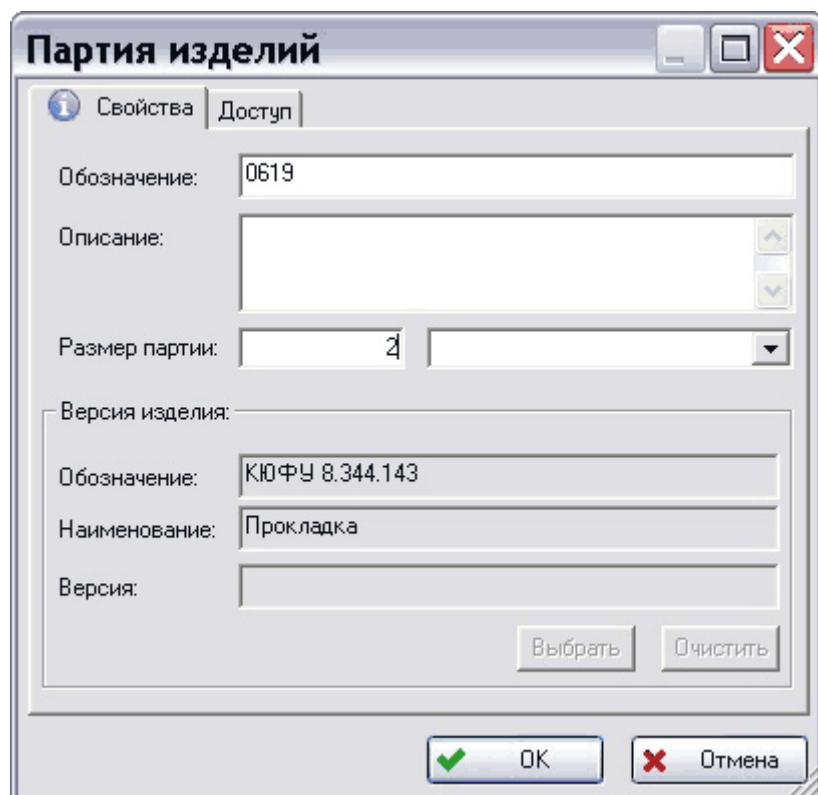

Рис. 222
3. В появившемся окне **Партия изделия** введите необходимые параметры (Рис. 222).